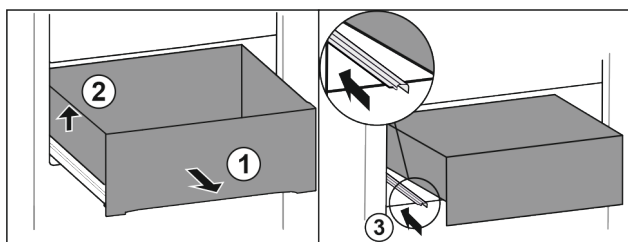

Fig. 21
- Vytáhněte zásuvku až na doraz. Fig. 21 (1)
- Nadzvedněte zásuvku vlevo. Fig. 21 (2)
- Zasuňte levou kolejničku. Fig. 21 (3)